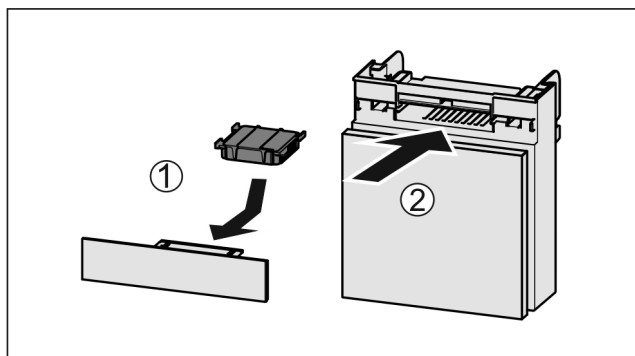

Fig. 148
- Aktivkohlefilter nach Abbildung einsetzen Fig. 148 (1).
- Fach einschieben Fig. 148 (2).